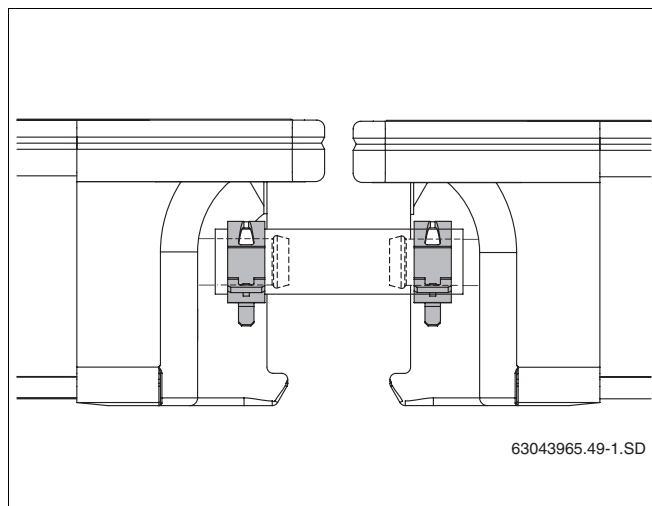

Fig. 50 Tubo di gomma per solare con fascette elastiche correttamente posizionate
- Fissare tutti i tubi di gomma per solare agli attacchi dei collettori con una fascetta elastica (fig. 50).